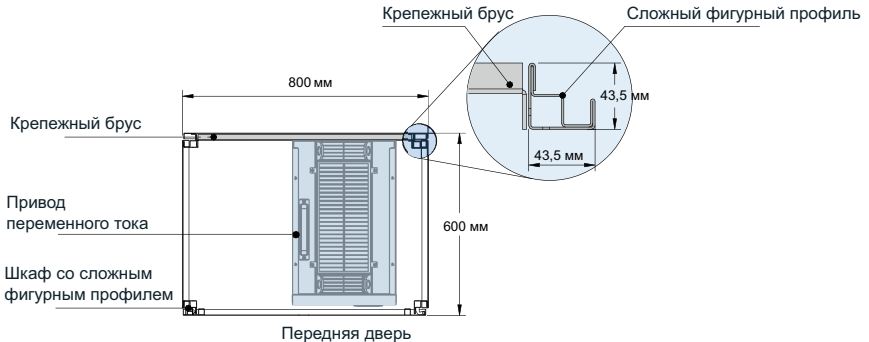

Рис. 2-13 Вид сверху на конструкции T10 - T12 в шкафу
1	Установить фиксирующую балку в шкаф из «профиля с девятью изгибами», как показано на рис. 2-13.
- 1) Для монтажа привода переменного тока рекомендуется использовать шкаф с «профилем с девятью изгибами» (шкаф PS). Поперечный разрез шкафа из «профиля с девятью изгибами» показан на рис. 2-13.